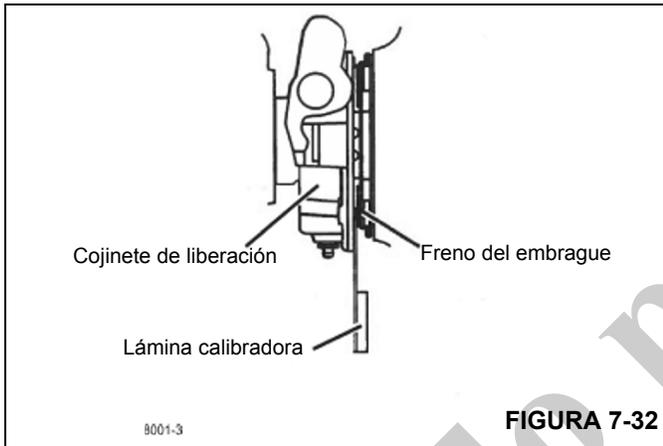

FIGURA 7-32
- La compresión del freno del embrague debe comenzar a 12.7-25.4 mm (0.50-1.00 pulg) arriba del fin de la carrera del pedal. Inserte una lámina calibradora de 0.25 mm (0.010 pulg) entre el cojinete de liberación y el freno de embrague (Figura 7-32). Pise el pedal para fijar la lámina. Si la lámina no se fija, ajuste el varillaje para lograr el apriete del freno del embrague y luego repita este paso.